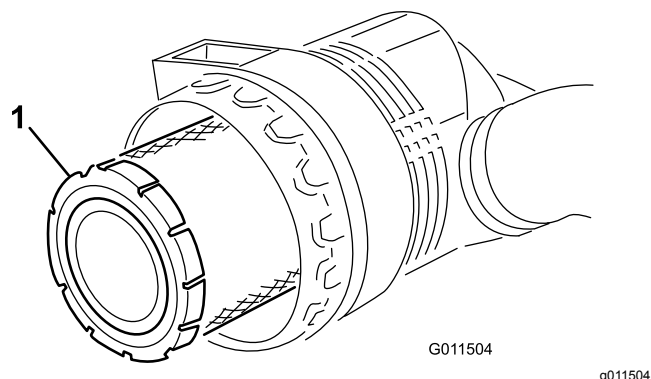
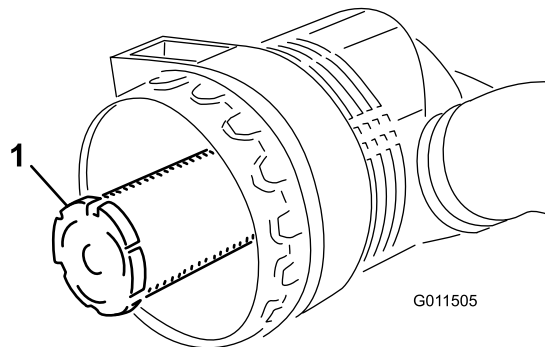

Figura 72
Figura 73
3. Retire o filtro principal (Figura 72). Não se recomenda a limpeza do elemento usado devido a possibilidade de danos no meio do filtro. Inspeccione o filtro novo para ver se sofreu danos durante o transporte, verificando a extremidade vedante do filtro e o corpo. Não utilize um elemento danificado. **Não** retire o filtro de segurança (Figura 73).
Importante: Nunca tente limpar o filtro de segurança (Figura 73). Substitua o filtro de segurança após três operações de manutenção do filtro primário.
4. Substitua o filtro principal (Figura 72).